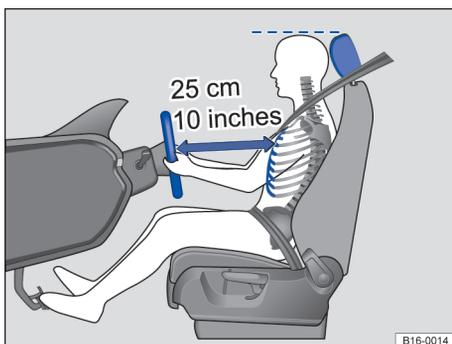
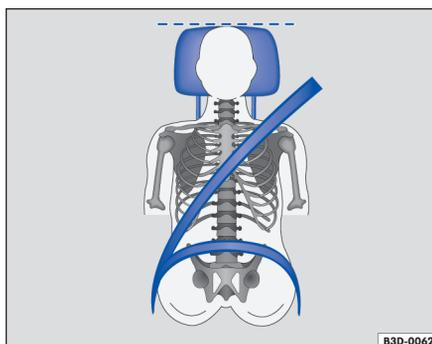

Fig. 37 Entre el conductor y el volante deberá haber una distancia de, como mínimo, 25 cm (10 pulgadas).
Fig. 38 Banda del cinturón y apoyacabezas ajustados correctamente.
- El apoyacabezas se tiene que ajustar de modo que el borde superior del mismo quede a la altura de la parte superior de la cabeza, pero nunca por debajo de los ojos. La parte trasera de la cabeza debe mantenerse siempre lo más cerca posible del apoyacabezas ⇒ fig. 37 y ⇒ fig. 38.
- El volante tiene que ajustarse de modo que quede una distancia mínima de 25 cm (10 pulgadas) entre el volante y el esternón → fig. 37, y se pueda sujetar con las dos manos por su parte exterior con los brazos ligeramente flexionados.